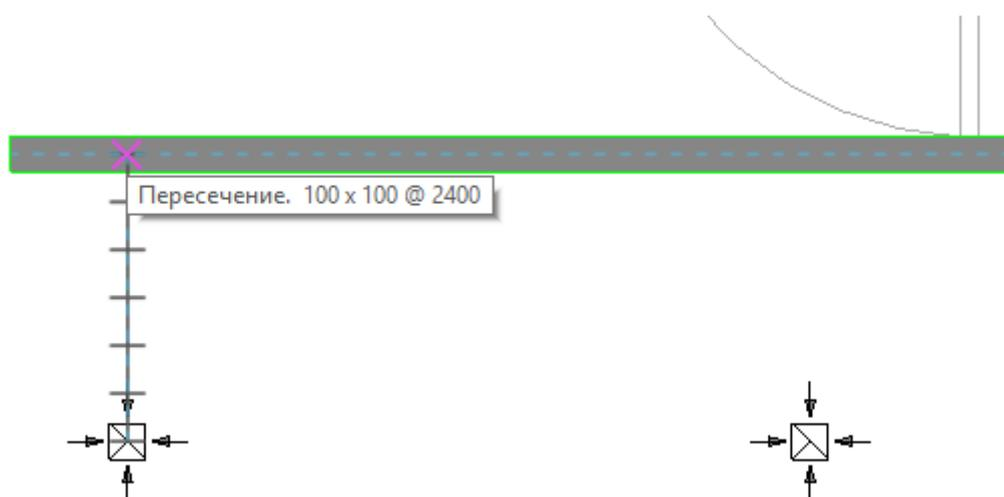
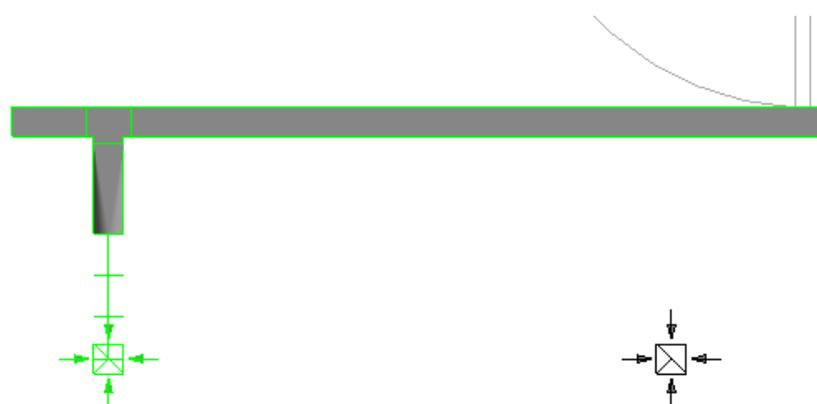

Рисунок 5.14 Процесс соединения воздухораспределителя с магистральным воздуховодом
Рисунок 5.15 Общий вид узла соединения
6.3. Нажав сначала на соединитель, а затем в нужном месте – на воздуховод, присоединить воздухораспределитель к воздуховоду (рисунок 5.14), и при этом согласно ранее установленным настройкам произойдет формирование узла соединения гибкого круглого и оцинкованного прямоугольного воздуховодов: на магистрали установятся тройник и переход с прямоугольного на круглое сечение (рисунок 5.15).